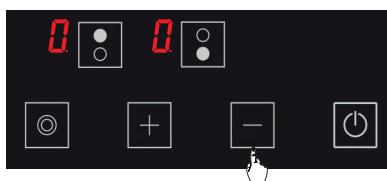

Figure 22
- 3.** Rappuyez sur la touche **-**. (voir Fig. 22) Cela doit être effectué tout de suite après la 2e étape. La sécurité enfants est désactivée de manière permanente. En d'autres termes, la sécurité enfants doit rester désactivée même si l'unité est éteinte et rallumée.